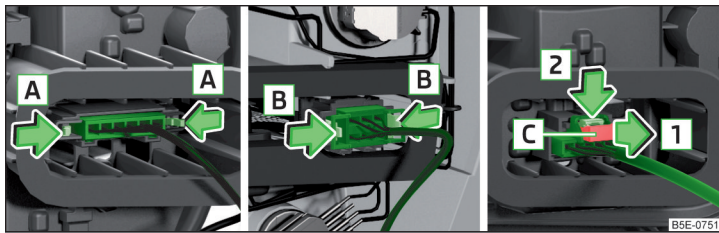

Fig. 363 Variantes de connecteurs
Le type de connecteur varie en fonction de l'équipement du véhicule » fig. 363.
- Pour la fiche avec languette étirable, sécurisez cette dernière dans le sens inverse de la flèche **1** » fig. 363.